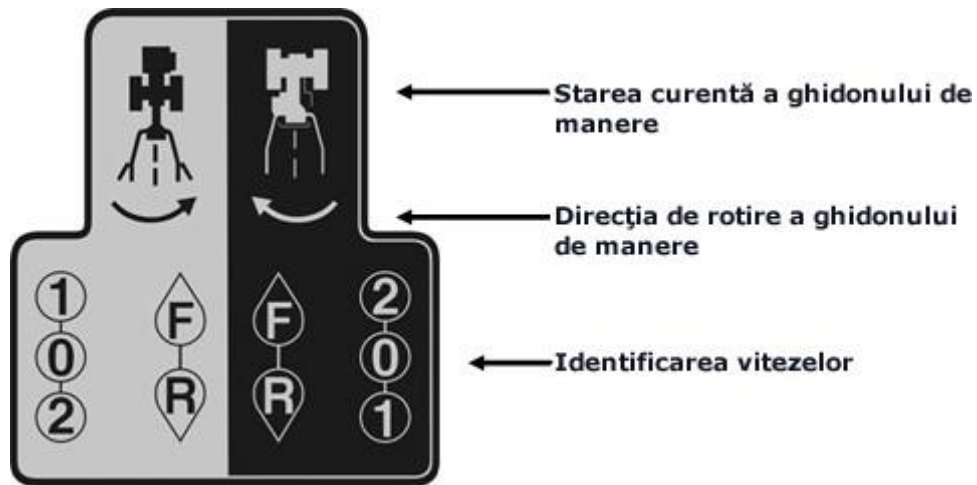

Figura 19
- Vă rugăm să consultați instrucțiunile. Consultați Figura 19.
- Explicatia semnelor de viteza (Figura 19):
- (1) - Viteza mica
- (2) - Viteza mare
- (0) - Viteza neutra
- (F) - Mers cu fata
- (R) - Mers cu spatele
- Atunci când conectați accesorii diferite, este posibil sa fie necesar ca ghidonul sa fie reglat intr-o alta pozitie. Prin urmare pot fi diferențe. Vă rugăm să citiți cu atenție explicația semnelor de viteza. Consultați Figura 19.